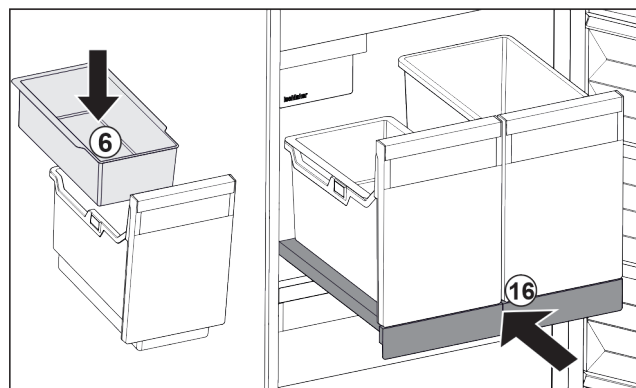

Fig. 101
- Installer le balconnet *Fig. 101 (6)* pour glaçons.
- Rentrer le compartiment coulissant avec le bac (IceTower). *Fig. 101 (16)*